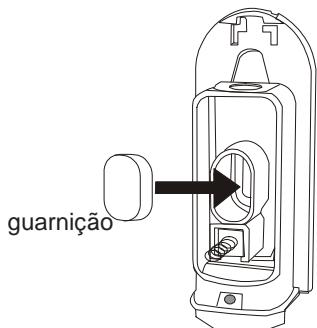

Fig.4
- Fixar (com os parafusos apropriados) os bloqueios intermediários tomando cuidado para permitir a rotação da aleta de bloqueio (ver fig. 4).